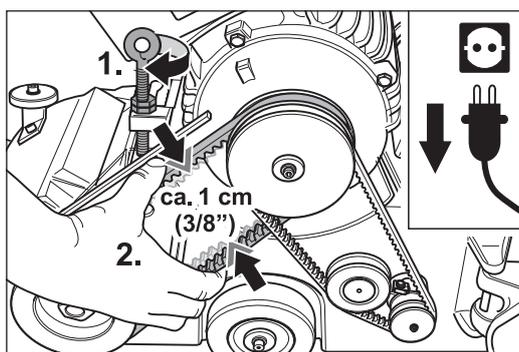

Abb. 86 Zum Spannen des Antriebsriemens die Ringschraube am Motor im Uhrzeigersinn drehen (1.).
- 4** Spannen Sie den Antriebsriemen für die Schleifwalze. Drehen Sie dazu die Ringschraube am Motor im Uhrzeigersinn (Abb. 86, 1.). Der Keilriemen ist **richtig gespannt**, wenn er mit normalem Kraftaufwand noch um ca. 1 cm (3/8") zusammengedrückt werden kann (Abb. 86, 2.).